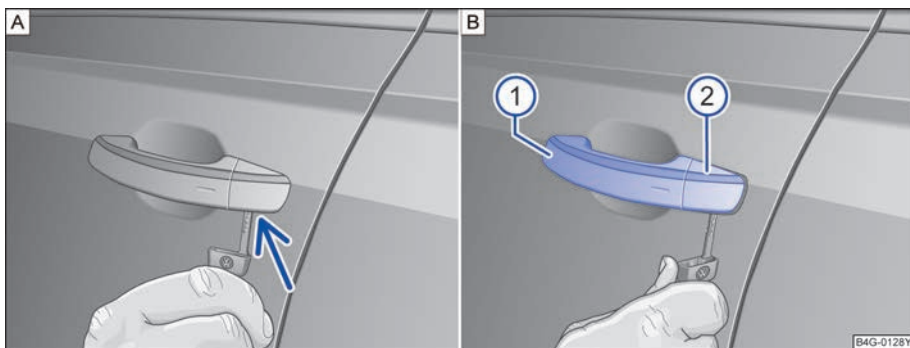

图 48 取下在驾驶员车门内车门锁的盖罩
- 拉起开门把手 ①。
- 将无线遥控钥匙的钥匙头从下面插入盖罩的开口内⇒图 48 ②。
- 转动钥匙以便松开盖罩并取下。⇒图 48